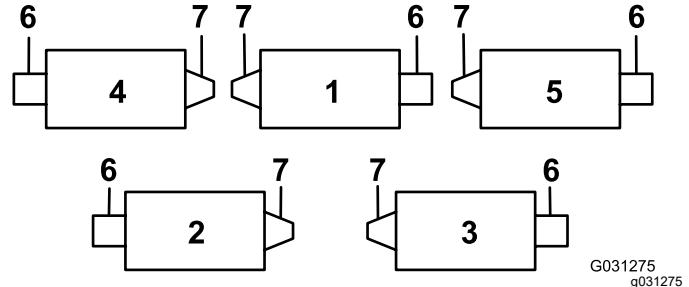
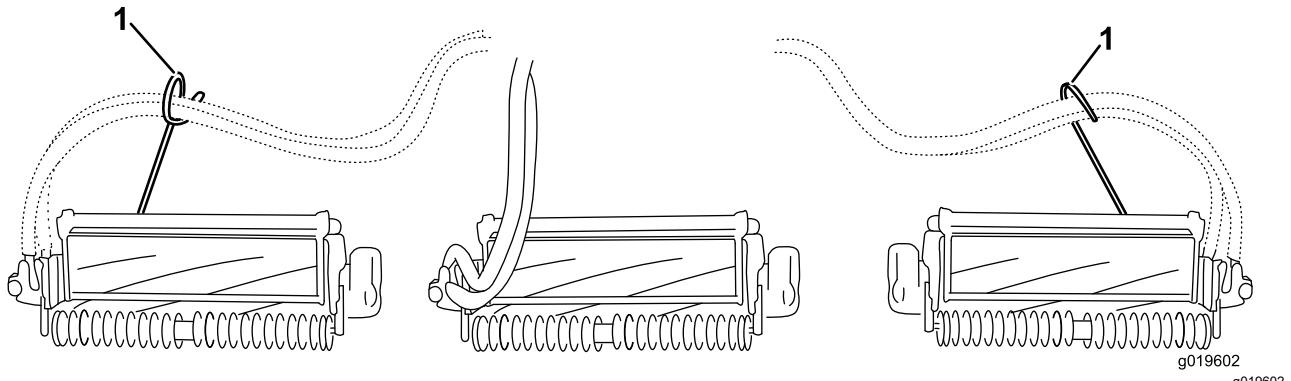
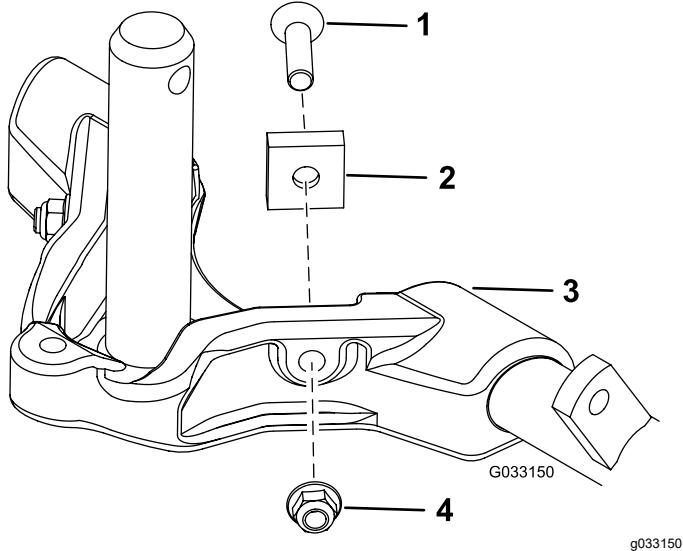

Figure 12
Figure 14
Figure 15
Important: Sur les unités de coupe n° 4 (avant gauche) et n° 5 (avant droit), utilisez les écrous de fixation du support de tige pour monter les guides de flexible devant les pattes de l'unité de coupe. Les guides de flexible doivent être inclinés vers l'unité de coupe centrale (Figure 12 à Figure 14).
- Augmentez la direction des unités de coupe arrière en retirant les 2 entretoises de pivot, les vis à tête creuse et les contre-écrous à embase (Figure 15) des bâts porteur des unités de coupe arrière (n° 2 et n° 3) ; voir Figure 12.